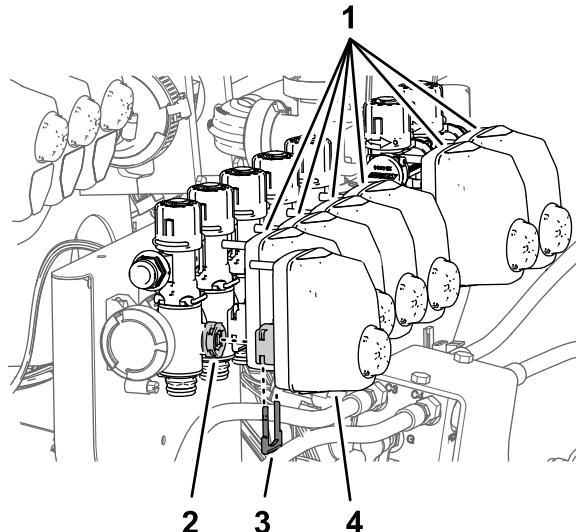

Bild 98
2. Entfernen Sie die Düsenaktuatoren von den Düsenventilen 1 bis 7 (Bild 98).
1. Entfernen Sie die Halter, mit denen die Ventilaktuatoren für die Düsenventile 1 bis 7 befestigt sind (Bild 98).
10. Befestigen Sie die Ventilaktuatoren in den Düsenventilen 1 bis 7 (Bild 98) mit den Haltern, die Sie in Schritt 1 entfernt haben.